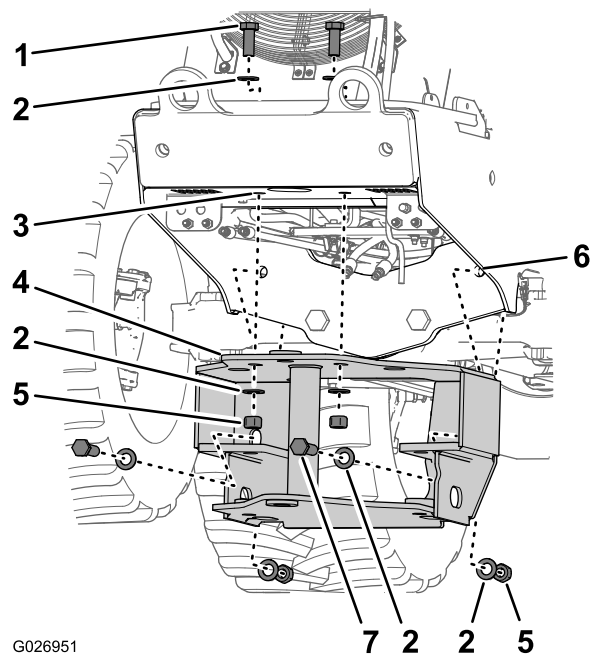
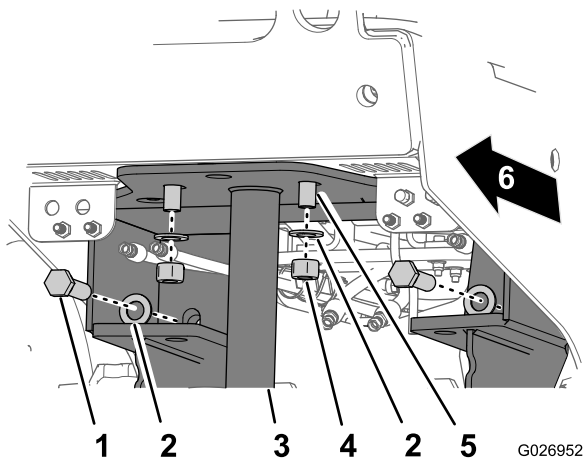
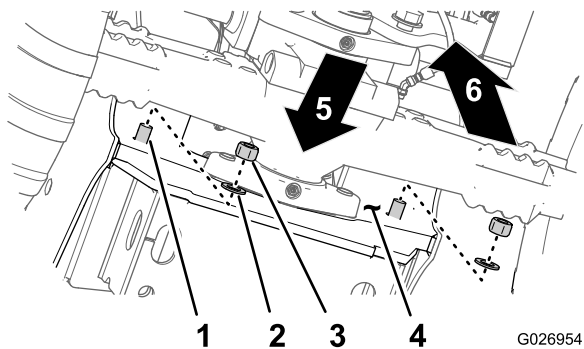
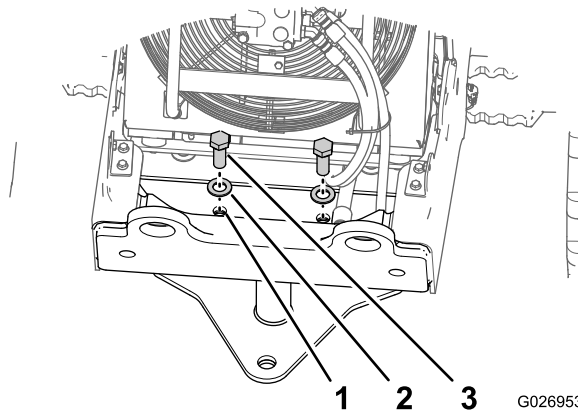

Figura 8
Figura 9
Figura 10
Figura 11
2. Alinee los dos taladros horizontales de 25 mm (1 pulgada) del bastidor de montaje con los 2 taladros horizontales del soporte del eje delantero (Figura 8).
3. Alinee los dos taladros verticales de 25 mm (1 pulgada) del soporte de montaje con los 2 taladros verticales de la chapa inferior del bastidor de la máquina (Figura 8).
4. Monte 2 pernos (1 x 3-1/2 pulgadas), 2 arandelas (1 pulgada) y 2 contratuercas (1 pulgada) e inserte el conjunto por los taladros horizontales del soporte de montaje y del soporte del eje delantero (Figura 8, Figura 9 y Figura 10).
5. Monte 2 pernos (1 x 2-1/2 pulgadas), 2 arandelas (1 pulgada) y 2 contratuercas (1 pulgada) e inserte el conjunto por los taladros verticales del soporte de montaje y de la chapa inferior del bastidor (Figura 9 y Figura 11).